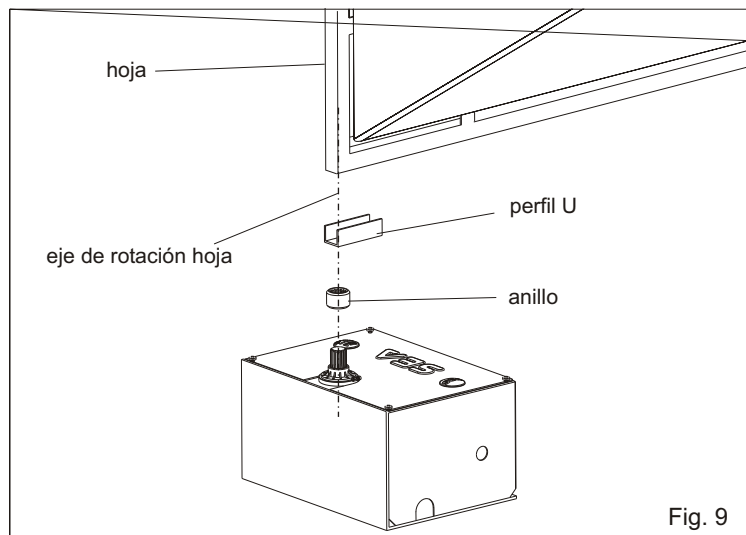

Fig. 9
**3.2.** poner el anillo sobre el perfil U haciendo referencia al eje de rotación del gozne de la hoja (Fig. 9);